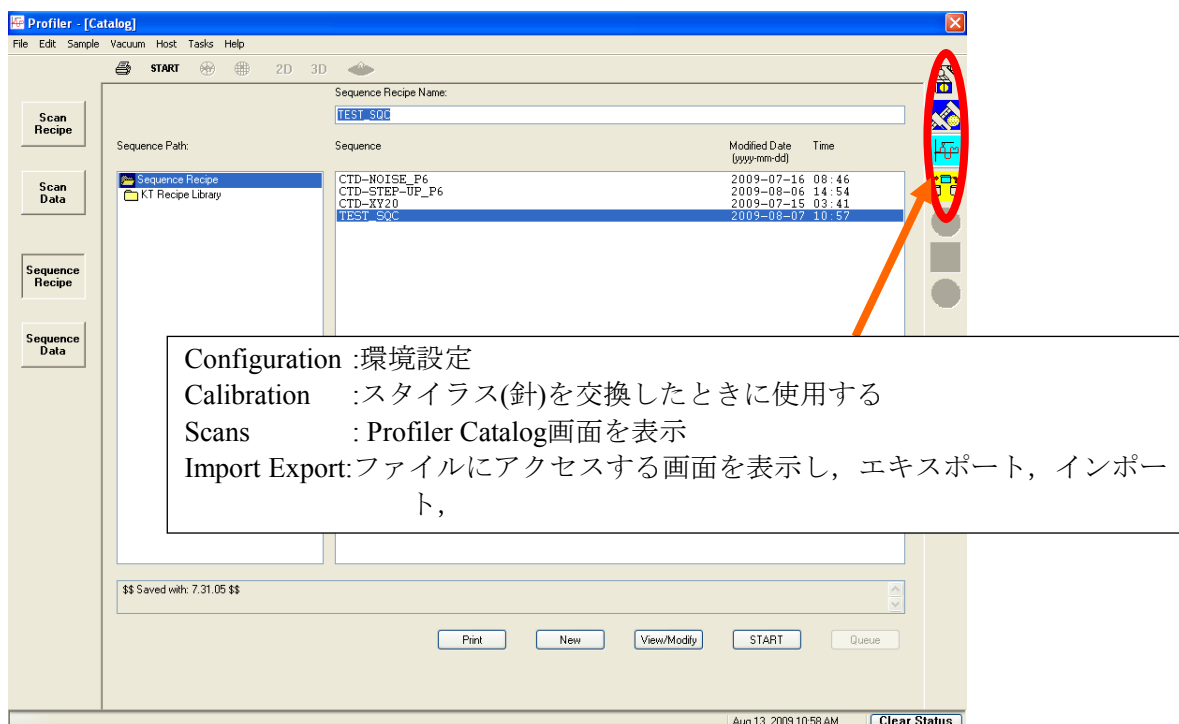

図2 Profiler Catalog画面
5. プロファイラアプリケーションが起動するとProfiler Catalog画面が起動する(図2)
29. Import Exportデータベースファイルマネージャ(図2)からデータをエクスポートする。Scan DataまたはSequence Data catalogボタンを選択するとデータファイルが表示される。必要なデータセットを表示しクリックしてハイライトする。画面下のExport...、画面上のExport Dataアイコンなどの何れかを選択する。エクスポートするフォーマットはASCIIかBinaryを選択できる。Excelデータとして使用する場合ASCIIを選択する。